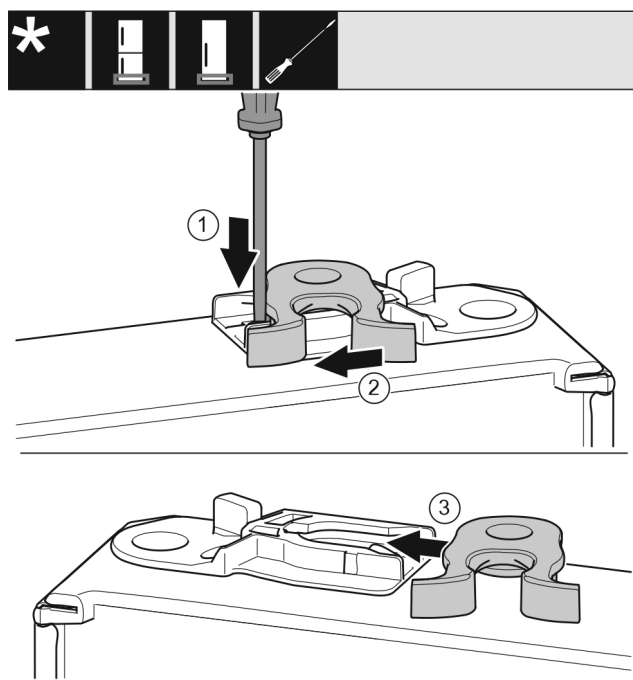

Fig. 17
- ▶ Tryk lasken ned med den flade skruetrækker. Fig. 17 (1)
- ▶ Træk låsekroge ud af føringen. Fig. 17 (2)
- ▶ Skub lukkeanordningen ind i føringen i den anden side. Fig. 17 (3)